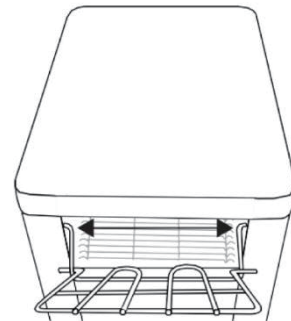

Fig. 1
1. Apriete los brazos del alimentador e introdúzcalos en los orificios de montaje (Fig. 1).